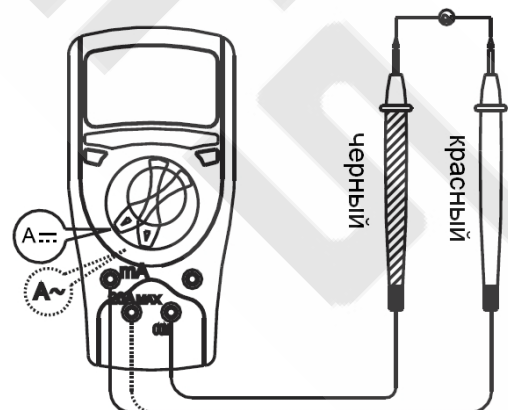

Рисунок 4
**С. Измерение постоянного тока** (рисунок 4)** Предупреждение**
#### D. Измерение переменного тока (рисунок 4, пунктирные линии)